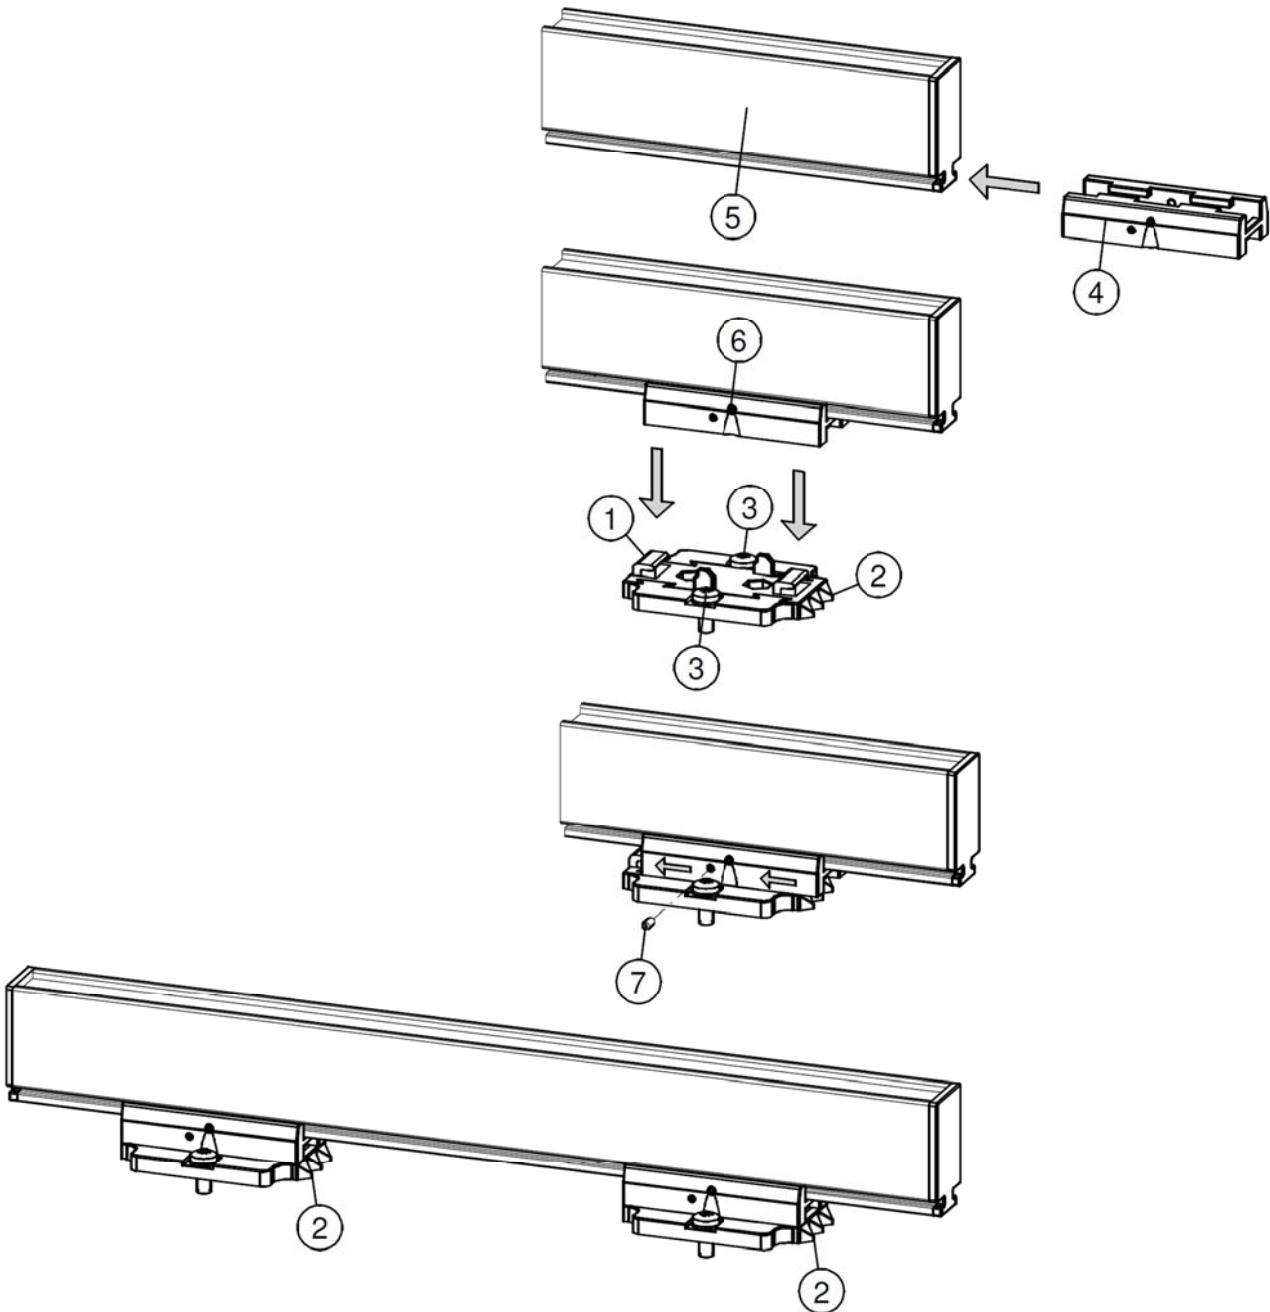

Abbildung 7: Montage des Sensor mit Montagebügeln
- Leitfähige Maschinenbauteile in der Nähe eines Sensor IQ Easy können die Funktion nachteilig beeinflussen. Für ein optimales Ergebnis muss der Sensor Abbildung 7 entsprechend montiert werden.
- Montieren Sie die Montagefüße (1) auf die Maschine, die Dreiecke (2) zeigen in dieselbe Richtung. Verwenden Sie hierfür passendes M5-Montagematerial (3).
- Schieben Sie die Bügel (4) auf den Sensor (5). Achten Sie auf einen gleichen Abstand zwischen Bügeln (4) und Montagefuß (1) und arretieren Sie den Bügel (2) mit einer Stellschraube (6).
- Arretieren Sie den Sensor in den Montagefüßen, indem Sie die zwei Stellschrauben (7) in die Bügel drehen. Bei mehr als zwei Bügeln müssen lediglich die zwei äußersten Bügel arretiert werden.
- Schrauben Sie die Stellschrauben (Nr. 7) aus den Bügeln heraus (siehe Abbildung 7).